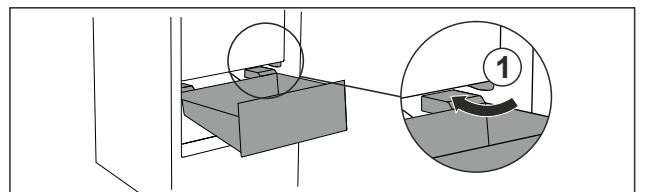

Fig. 87
- ▶ Lade schuin rond de stoppers *Fig. 87 (1)* leiden.